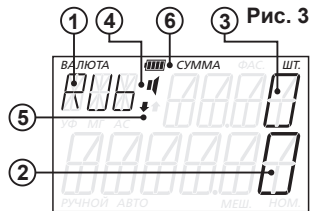

Рис. 3
- Звуковое сопровождение работы детектора включено — п. 4 Рис. 3;
- Включен режим выдачи подлинных банкнот «Назад» в приемный лоток — п. 5 Рис. 3.
При работе от сетевого адаптера производится заряд встроенного аккумулятора. В процессе зарядки происходит последовательное включение сегментов индикатора аккумулятора п. 6 Рис. 3.